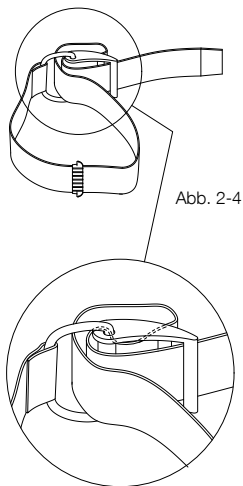

Abb. 2-4
1. Drehen Sie den Spannbügel, bis er in offener Position einrastet. Schieben Sie das Band wie abgebildet (Abb. 2-4) in die Kunststoffsnalle. Durchrassen Sie das Band bevor Sie es am Tank festklemmen und stellen Sie die Länge ein (Abb. 2-7).